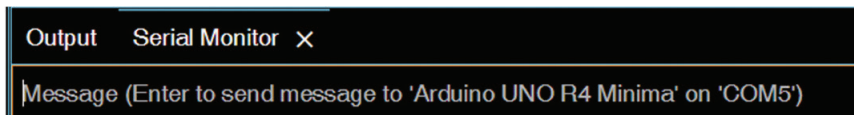

Рис. 2.7. Вызов монитора последовательного порта
- убедитесь, что для скорости передачи данных установлено значение 9600. Щелкните **Serial Monitor** в верхней части нижней панели (рис. 2.7). Если этот пункт монитора последовательного порта недоступен, щелкните значок **Serial Monitor** в правом верхнем углу экрана;